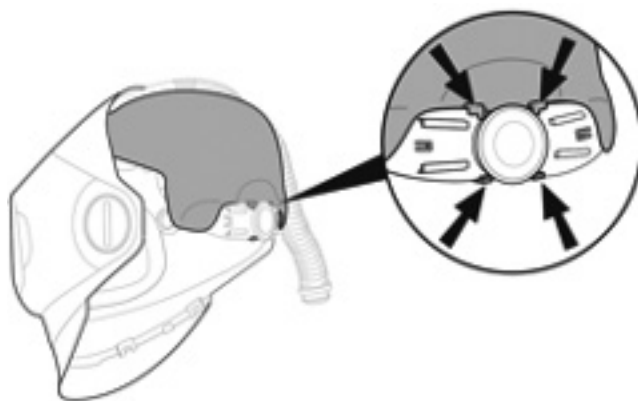

Fig. 21
- b. Presione las patas del protector contra raspaduras hasta que encajen en su lugar (Fig. 21).